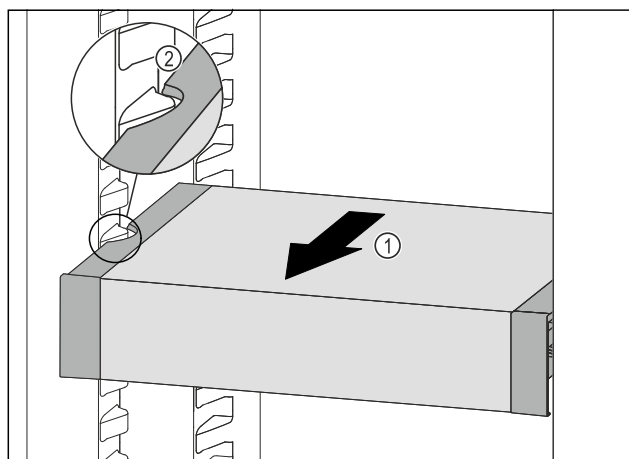

Fig. 178
- ▶ Táhněte VarioSafe dopředu Fig. 178 (1), dokud nebudou boční vybrání VarioSafe na úrovni žebrování na nádobě v chladničce. Fig. 178 (2)